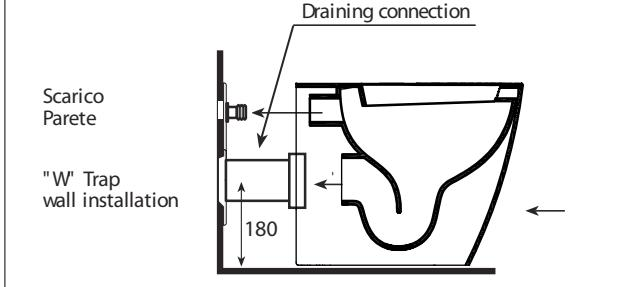

FIGURA 7
- 5) Per la rimozione alzare il sanitario sul davanti Figura 7.